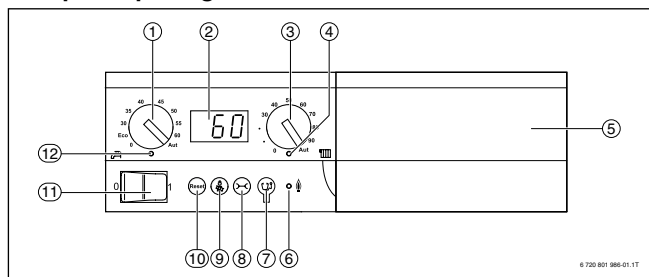

Рис. 14.
Базовый контроллер Logamatic BC10 (см. рис. 14) является основным блоком управления устройства Logamax plus GB162.
Logamatic BC10 включает в себя все необходимые элементы для управления отопительной установкой. Кроме этого, в Logamatic BC10 находится разъем для подключения блока управления RC300 (см. рис. 14, [5]), благодаря которому доступны другие функции для удобства управления системами регулирования. BC10 имеет интерфейс шины EMS, через который он соединяется с системой регулирования EMS plus.
- Регулировка температуры горячей воды (см. рис. 14, [1], стр. 40).
- Индикация состояния и диагностика неисправностей на ЖК-дисплее (см. рис. 14, [2], стр. 40).
- Аварийный режим. Аварийный режим активируется (только для режима отопления), когда клавиша «Трубочист» нажимается и удерживается в течение более 8 с (см. рис. 14, [9], стр. 40). Активный аварийный режим отображается миганием последней десятичной точки. Установленная температура котла поддерживается постоянно. **Внимание:** Если в аварийном режиме прекращается подача питания, при повторном включении аварийный режим отменяется.
- Ограничение температуры котловой воды (см. рис. 14, [3], стр. 40).
- Светодиодный индикатор «запрос тепла» (см. рис. 14, [4], стр. 40).
- Светодиодный индикатор «Режим горелки» (см. рис. 14, [6], стр. 40).
- Разъем для диагностического устройства для подключения компьютера (см. рис. 14, [7], стр. 40).
- Клавиша «Индикация состояния» для переключения дисплея на различные функции (см. рис. 14, [8], стр. 40)
- Клавиша «Трубочист» для теста дымовых газов и работы в ручном режиме (см. рис. 14, [9], стр. 40).
- Клавиша «Сброс» (см. рис. 14, [10], стр. 40).
- Включение и выключение котла и всех установленных на котле модулей через главный выключатель (см. рис. 14, [11], стр. 40).
- Светодиодный индикатор «Приготовление горячей воды» (см. рис. 14, [12], стр. 40).